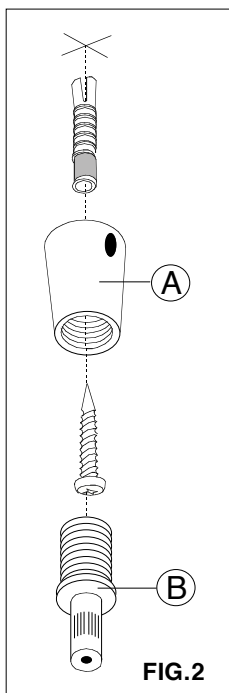

FIG. 2
- Fissare a soffitto il conetto **A** mediante tassello e vite adeguata (non in dotazione). **FIG. 2**
- Fix the conic parts **A** to the ceiling with rawl plug and proper screw. **FIG. 2**
- Fixer au plafond le cône de réglage **A** avec tiroirs et vis adéquates (non inclus). **FIG. 2**
- Der Decke Kegel **A** durch Schraube und Dubeel befestigen (nicht geliefert). **FIG. 2**